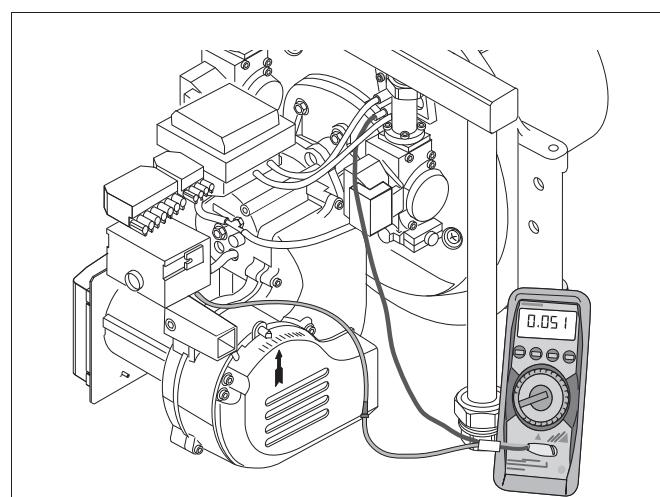

Рис. 31 Измерение тока ионизации
- Последовательно подключите измерительный прибор между ионизационным кабелем и ионизационным электродом. Выберите на измерительном приборе диапазон постоянного тока в мкА (рис. 31).